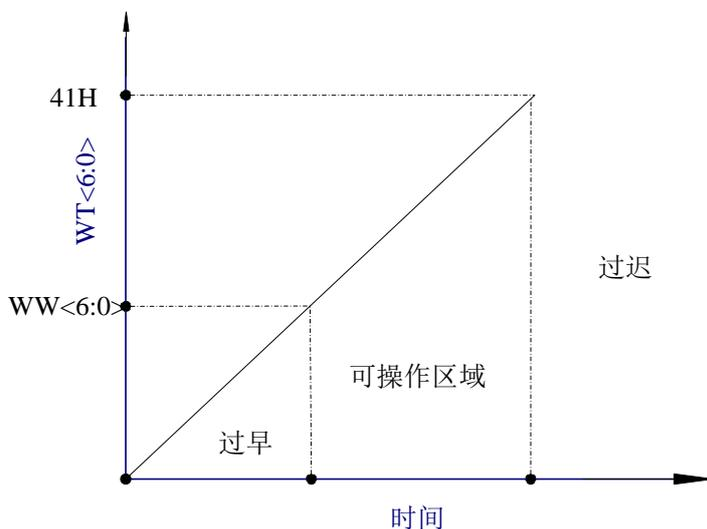

图 27-2 窗口看门狗原理图 (2)
注：其中 SCLK/LFCLK/LP4M 只在可操作区域内（参照“图 27-2 窗口看门狗原理图 (2)”）可配置使用。